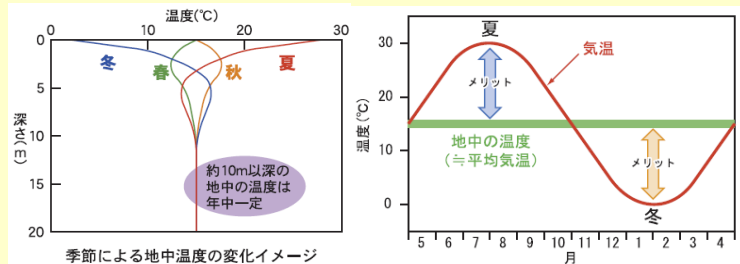
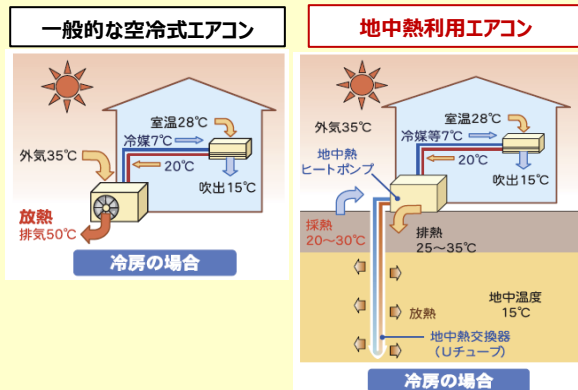
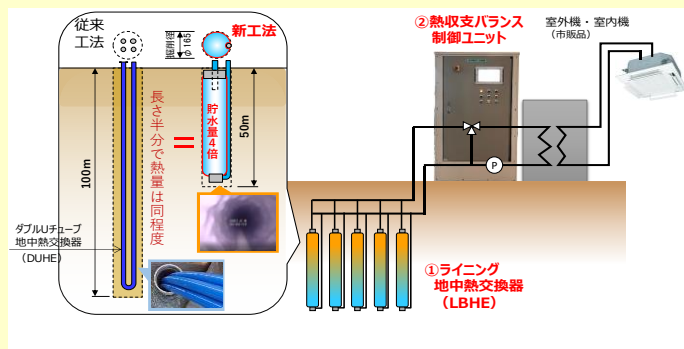

図1.安定した地中熱の特性を示した図
図2.一般的なエアコンとの違い
図3.ライニング地中熱冷暖房（エアコン）システム
| <p>本システムの熱源である「地中熱」とは、地下約200m以内の太陽によって温められた浅い地盤の熱のことで、10℃～20℃の温度帯を指す。地域による偏在性が少なく、昼夜間または季節間の温度変化も少ない、安定した再生可能熱エネルギーである。（図1参照）一般的な空冷式エアコンは、夏であれば35℃の外気を使って熱交換し、50℃の排熱を放出する。一方、地中熱利用エアコンは、地中温度は15℃程度のため夏も冬も外気と比べ室温との温度差が小さいことから、省エネ効果が得られる。（図2参照）</p> <p>本システムは、効率的に地中熱を活用する独自開発の「熱収支バランス制御ユニット」と、長さを2分の1に短縮した画期的な「ライニング地中熱交換器」に、水冷式エアコンを組合せ、「地中熱」を高効率に利用することで、年間消費電力量を約50%削減できる冷暖房システムである。（図3参照）</p> <p>【主な特徴】</p> <ul style="list-style-type: none">○ライニング地中熱交換器は、最適制御により熱交換効率が従来比33%向上○設置コストの費用負担の大きいボーリング延長を従来100mの半分となる50mに短縮し、設置コストを30%削減○空冷式エアコンに比べ、年間の消費電力量を約50%削減可能 <p>詳細は、以下の製品紹介ページURLを参照ください。 https://www.nedo.go.jp/news/press/AA5_101499.html</p> |
| <p>コア技術①地中熱交換器の材料・原理・制作方法が従来のダブルUチューブとは根本的に異なる。管更生の材料・技術を応用した独自のライニング材を用いて、ボーリングマシンで掘削した孔全体を覆う水槽状の地中熱交換器を形成。（下図3参照）孔壁の凸凹にフレキシブルに対応し密着するため、掘削孔に対する採熱面積は従来工法の2倍以上となる。また貯水量は、長さを従来100mの半分となる50mに短縮しても4倍（約1000L）あり、その水に地中熱を蓄えることができる。（以降、貯水蓄熱という）</p> <p>コア技術②新工法地中熱交換器の特性を活かした独自の制御技術により、熱交換効率・採熱効率を向上させ、貯水蓄熱を有効活用することで、地中熱交換器の長さを半分に短縮しても、従来100mと同程度の利用可能熱量を持たせることが可能。即ち、コスト負担の大きいボーリング延長を従来1/2に短縮可能となる。（図3参照）</p> <p>コア技術①と②と水冷式エアコンを組合せ、無駄を無くした効率の良い統一システムとして適正化を実現し、25%程度の小規模化を可能とした。</p> |